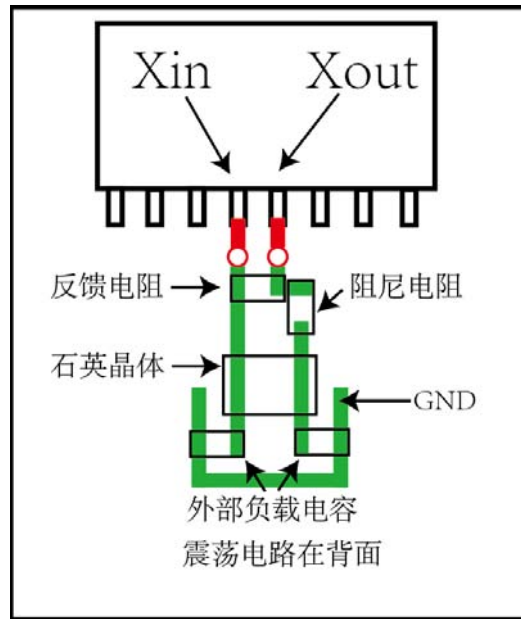

图 4-4 振荡电路与 MCU 不在同一面且有过孔
- 尽可能的保证晶体周围不要摆放其他元器件，以免器件之间互相影响，晶体周围尽量不要有其他过孔走线，晶体下方不打过孔。图 4-4 所示晶体和 MCU 不在同一面，且有过孔。